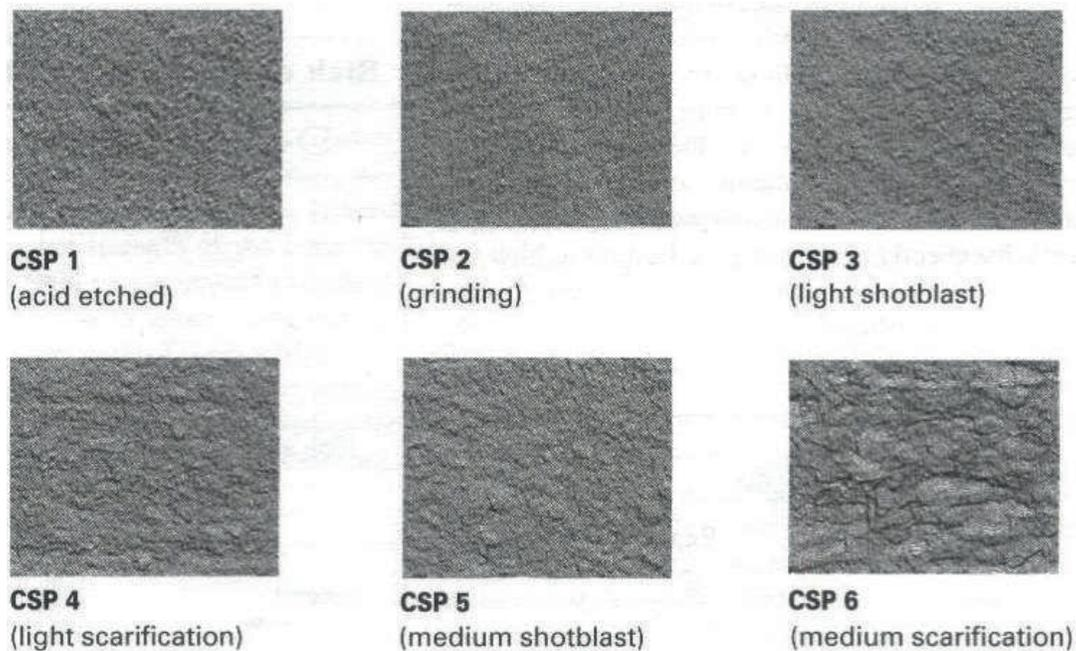

Figura 2. Perfiles de rugosidad según ICRI
- El acabado del mortero de nivelación debe tener un perfil de rugosidad que debe coincidir con el perfil CSP 3 o CSP 4 de la Guía Técnica ICRI 310.2R (Figura 2).
La superficie del concreto a tratar debe tener un perfil de rugosidad CSP 3 o 4 según la ICRI 310.2R - Selecting and Specifying Concrete Surface Preparation for Sealers, Coatings, Polymer Overlays, and Concrete Repair. www.icri.org - Figura 2.